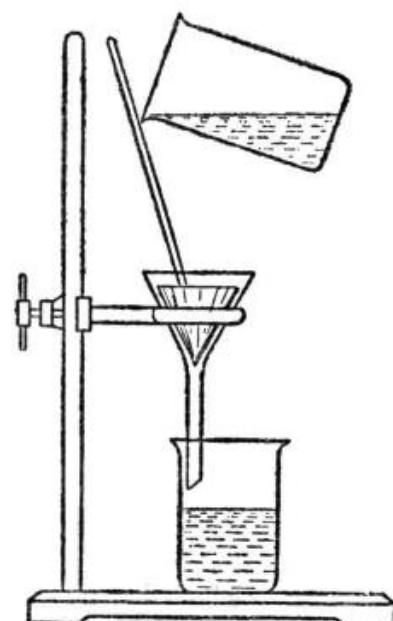

Рис. 139. Фильтрование.
2. Получившуюся мутную жидкость профильтруйте. Для этого приготовьте фильтр так, как указано на рисунке 138, вложите фильтр в воронку, укрепите воронку в кольце штатива над чистым стаканом и осторожно по стеклянной палочке (рис. 139) сливайте раствор на фильтр. Обратите внимание на то, что осталось на фильтре.